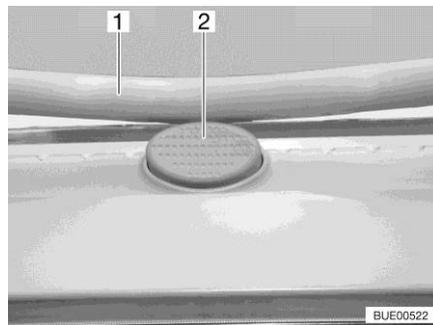

Fig. 64 Bouton de sécurité (lanterneau Heki)
- Appuyer sur le bouton de sécurité (Fig. 64,2) et tirer l'étrier (Fig. 64,1) vers le bas avec les deux mains.
- Pousser l'étrier vers le haut avec les deux mains jusqu'à ce que ce dernier se trouve au-dessus du bouton de sécurité (Fig. 64,2).